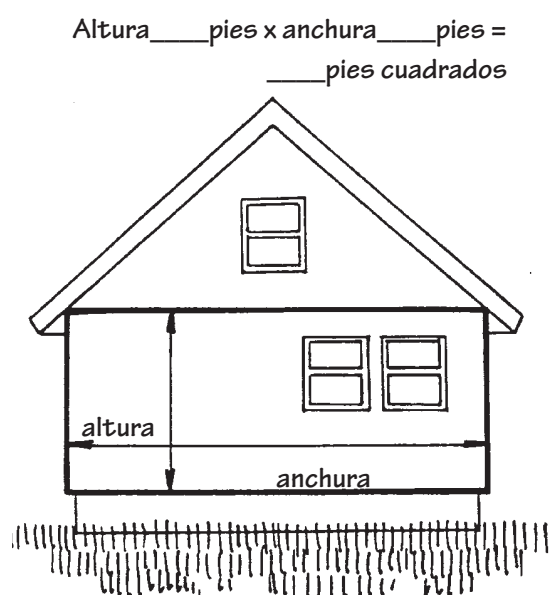

Figura 11. Áreas de pared
- El área que se va a revestir puede determinarse midiendo la altura y el ancho de la casa, incluyendo las ventanas (Figura 11).